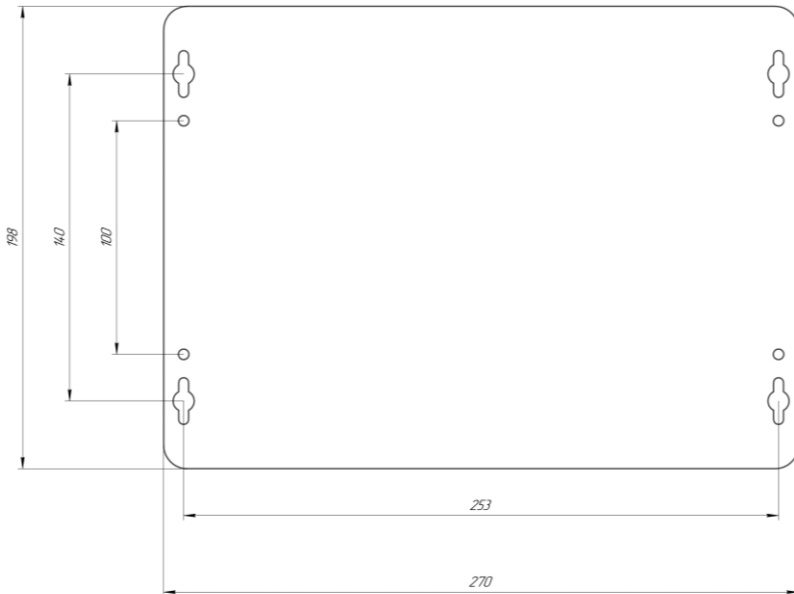

Рис. 3.1. Монтажные отверстия
- креплением винтами М4 к монтажной панели шкафа управления. Размеры монтажных отверстия приведены на рис. 3.1;